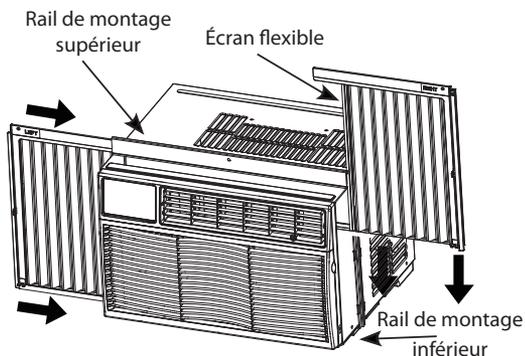

Figure 3
c. Une fois l'écran flexible installé sur le côté du cabinet, assurez-vous qu'il est bien en place dans le cadre en effectuant de légers ajustements. Faites glisser les extrémités supérieure et inférieure du cadre sur le rail de montage supérieur et inférieur du cabinet. Voir la figure 3.